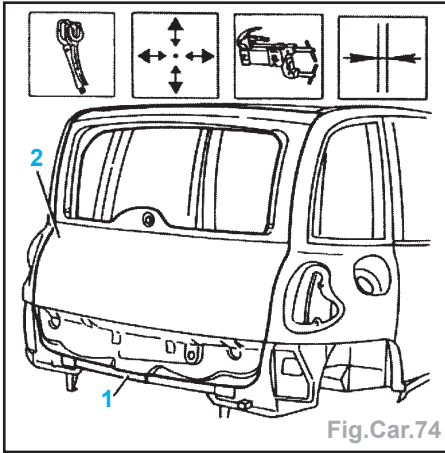

Fig.Car.74
- Nettoyer la zone (2) de soudures et appliquer un apprêt électro-soudable.
- le hayon et contrôler l'alignement (Fig. Car.74).